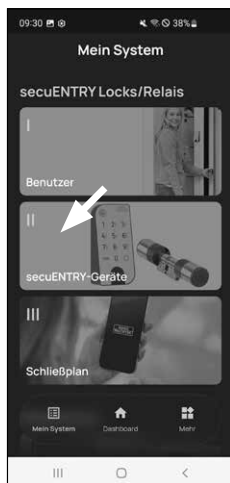

Abb. 1
- 1 Tippen Sie auf den zweiten Menüpunkt „II - secuENTRY-Geräte“ (Abb. 1).